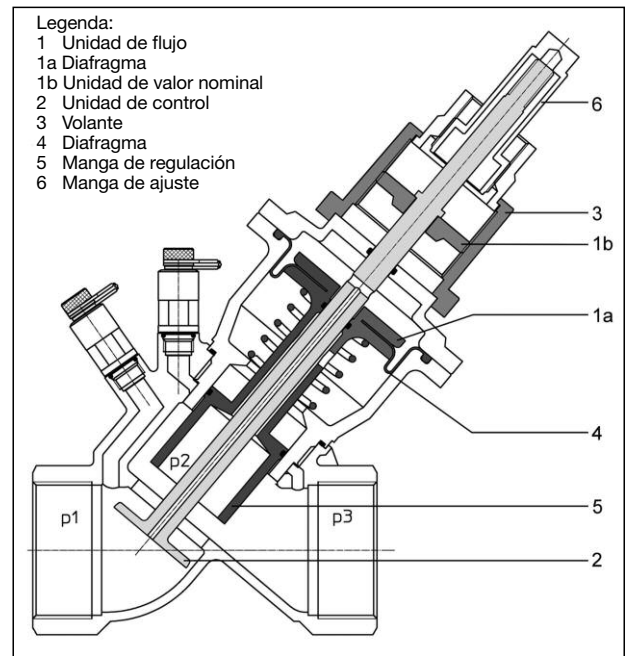

Figura 5 Construcción de la válvula “Cocon QTR”
Con el medidor de caudal conectado (e.g. “OV-DMC 2”), se puede medir el diferencial de presión a través de la válvula. La sección ilustrada de la válvula “Cocon QTR” (figura 5) muestra tres valores de presión. “p1” es la presión de entrada, y “p3” es la presión de salida de la válvula. “p2” es la presión de operación que actúa sobre el diafragma. El diferencial de presión “p1” - “p2” se mantiene en un valor constante, gracias al diafragma integrado (pos. 1a) de la válvula de regulación y control.